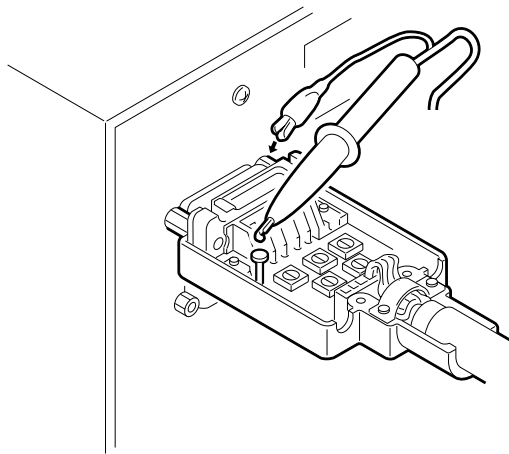

Fig. 2
- ① プリアンプをカウンターに差込み、カウンターの電源をONにします。
- ② オシロスコープのプローブをプリアンプ基板上のPM端子へ、アースクリップをコネクタレセプタクルネジ部へ接続します。(Fig.2)